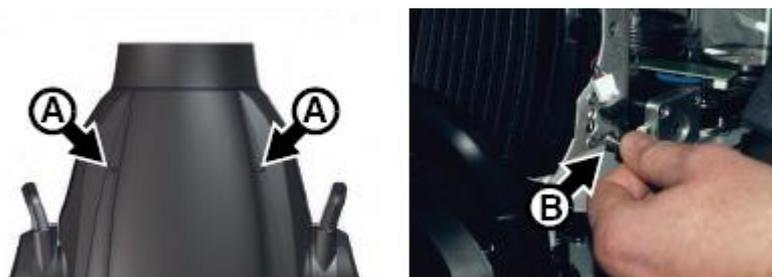

Рисунок 12. Доступ к головной части
2. См. рисунок 12. Снимите обе панели головной части, ослабив стопорные невыпадающие винты Torx 25 А, пока они не будут свободно поворачиваться. Поднимите переднюю часть каждой панели на небольшое расстояние от головной части, а затем сдвиньте панель в направлении передней стороны головной части, чтобы освободить заднюю часть панели.
1. См. рисунок 12. Поднимите каждую панель вверх за головную часть и закрепите фиксирующий зажим В страховочного троса в шасси головной части, нажав на зажим и вставив его в отверстие, а затем, сдвинув его, пока он не будет надежно удерживаться.